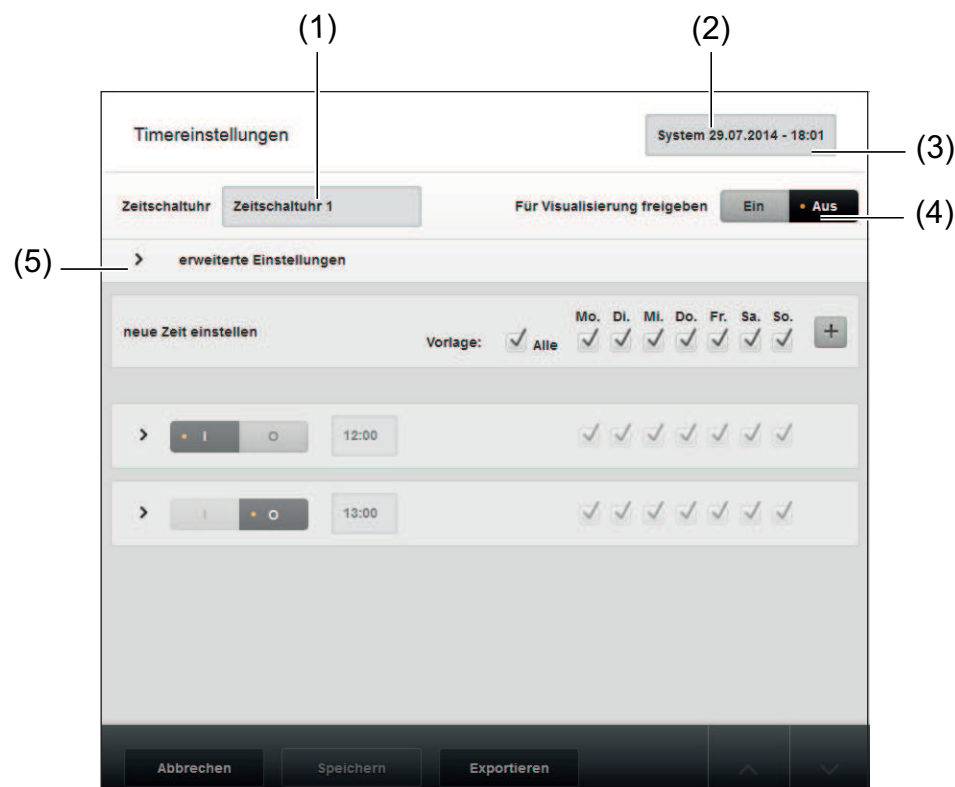

Bild 31: Timer-Baustein - Einstellungen Übersicht (Beispiel)
Das Fenster für das Anlegen von Zeitprofilen wird geöffnet (Bild 31).
- i** Für das Freischalten des Timer-Bausteins die Einstellung **Für Visualisierung freigeben** wählen (Bild 31).